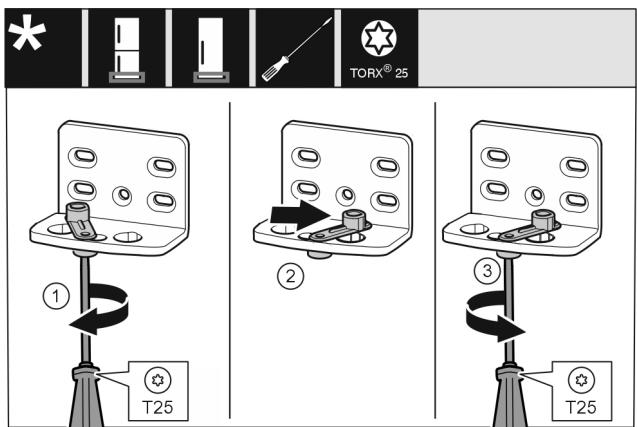

Fig. 13
- ▶ Odvijačem labavo uvrnute vijke Fig. 13 (1).
- ▶ Podignite pomagalo za zatvaranje vrata Fig. 13 (2) i okreňte ga za 90° nadesno u provrt.
- ▶ Odvijačem pritegnite vijke Fig. 13 (3).